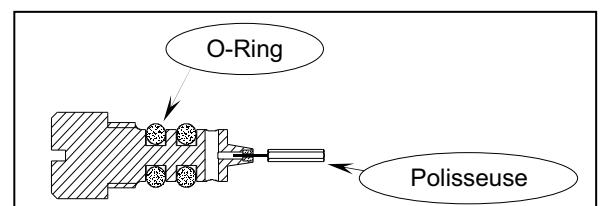

Fig. 6.1.2
Enlever la vis (13) Fig. 6.1.1 et nettoyer, comme dans la Fig. 6.1.2, au moyen de la polisseuse placée sur le couvercle à l'intérieur de l'instrument. Dans le cas où l'étranglement serait particulièrement obturé, l'opération de nettoyage pourrait être intégrée d'un bain de trichloréthylène et ensuite d'une soufflure d'air comprimé. Avant de remonter la vis (13), graisser les O-Ring d'étanchéité avec une pellicule de graisse au silicone.
Etranglement complet de O-Ring	Fig. 6.1.2
Polisseuse	Fig. 6.1.2